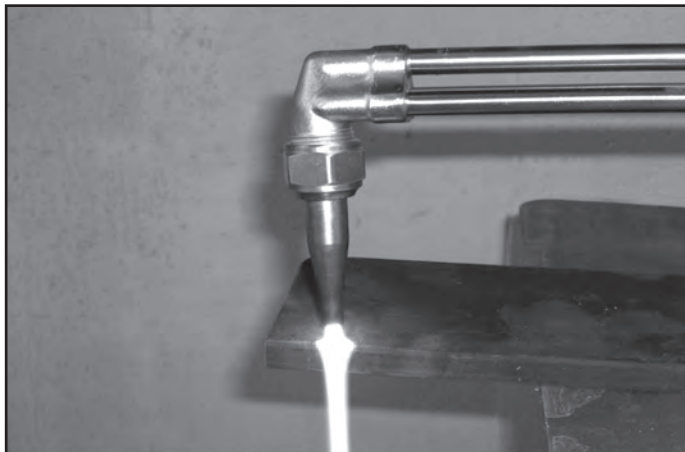

Figure 18 : Démarrage de la coupe
19. Dirigez la flamme de préchauffe à l'endroit où la coupe doit commencer (voir la figure 18). Avant que la coupe ne puisse commencer, préchauffez le point de départ du métal jusqu'à obtention de la température de combustion rouge vif. Lorsque le point rouge apparaît, appuyez doucement et complètement sur le levier d'oxygène de coupe.